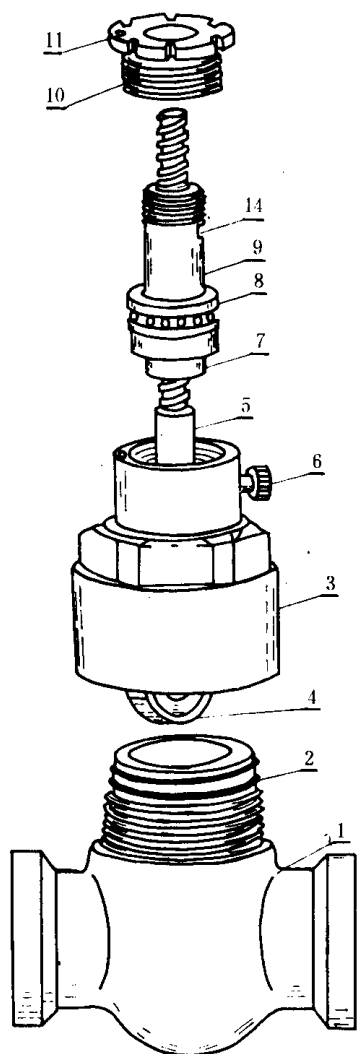

图 1-3 采油树闸板阀
(1) cyb-250 型采油树闸阀。其总阀门、生产阀门与套管阀门（如图 1-3 所示）均采用性能与规范相同的闸阀，可互换。采油树的闸阀主要由阀体、闸板、阀座、阀杆、阀盖、手轮等组成。